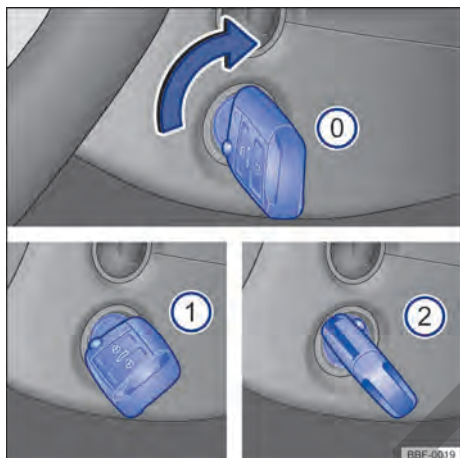

Fig. 94 Al lado del volante de la dirección, a la derecha: posiciones de la llave del vehículo en la cerradura de encendido.
Posiciones de la llave del vehículo → **fig. 94**
- ① Encendido desconectado. La llave del vehículo puede ser retirada.
- ① Encendido conectado.
- ② Pise el pedal del freno (*vehículos con transmisión automática*), o el pedal del embrague (*vehículos con transmisión manual*) y encienda el motor. Cuando el motor arranque, suelte la llave del encendido. Al soltar, la llave del vehículo vuelve a la posición → **fig. 94** ①.
- *Vehículos con cerradura de encendido:* girar la llave del vehículo a la posición → fig. 94 ①. El encendido está conectado.
- *Vehículos con cerradura de encendido:* gire la llave del vehículo en la tamber de ignición hacia la posición → fig. 94 ② – no acelerar. Cuando el motor comience a funcionar, soltar la llave del vehículo en la cerradura de encendido.
- *Vehículos con cerradura de encendido*: girar la llave del vehículo en la cerradura de encendido a la posición → fig. 94